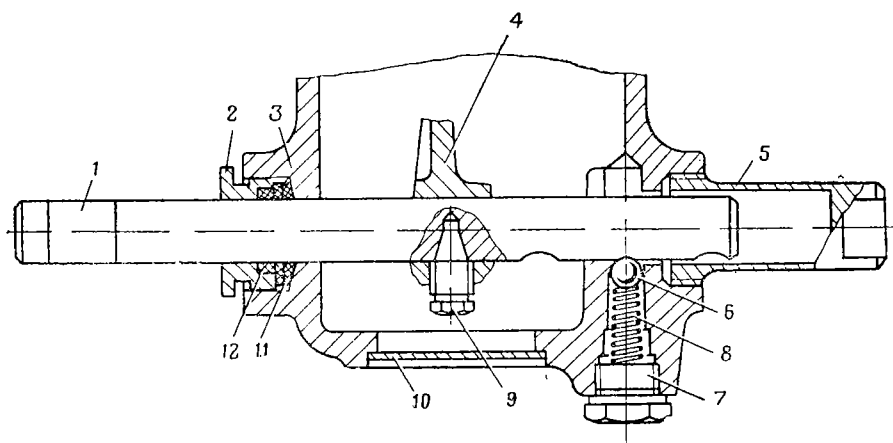

Рис. 26. Фиксаторный механизм коробки отбора мощности привода водометного движителя:
8. Вывернуть гайки 2 (рис. 26) ползунов и вынуть из гнезд картера коробки войлочные набивки 12 и кольца 11.
б) ползуны 1 (рис. 26) устанавливаются в отверстия картера коробки с зазором 0,04—0,40 мм; люфт вилок на ползунах после затяжки стопорных винтов не допускается; стопорные винты зашлинтовать так, чтобы натяжение проволоки содействовало затягиванию винтов;
9. Смазать ползуны 1 (рис. 26) маслом. Вставить ползуны в картер коробки и в вилку ведомой шестерни и муфты включения насоса и вернуть стопорные винты 9. Винты затянуть до отказа и зашплинтовать проволокой (см. технические требования, п. б).